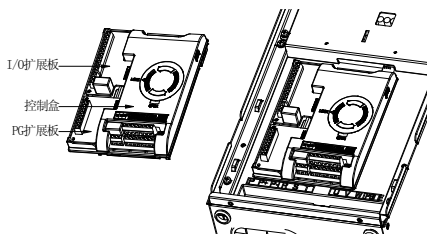

图 3-11 扩展板的拆卸安装示意图
扩展板的安装与拆卸参照图 3-11。
- 安装：① 扩展板如图所示方向放置，下按直至扩展板与控制板插座接触良好；
② 扩展板左侧的螺孔对齐后，上好两个 M3 螺钉。
- 拆卸：① 拆下扩展板左侧的两个螺钉；
② 再向上（如图 3-11）将扩展板从控制板的插座中拔出。